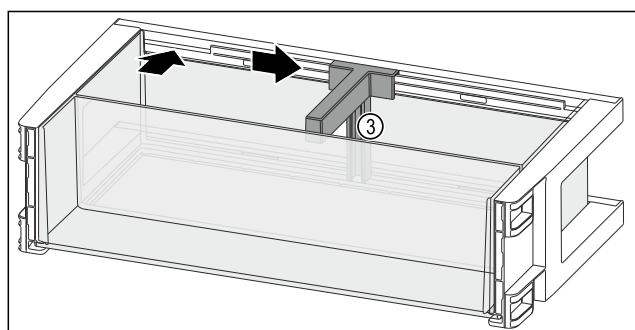

Fig. 99
- ▶ Inserire il portabottiglie Fig. 99 (3) nell'incavo.
- Far scorrere il portabottiglie Fig. 99 (3) lateralmente alla posizione desiderata.